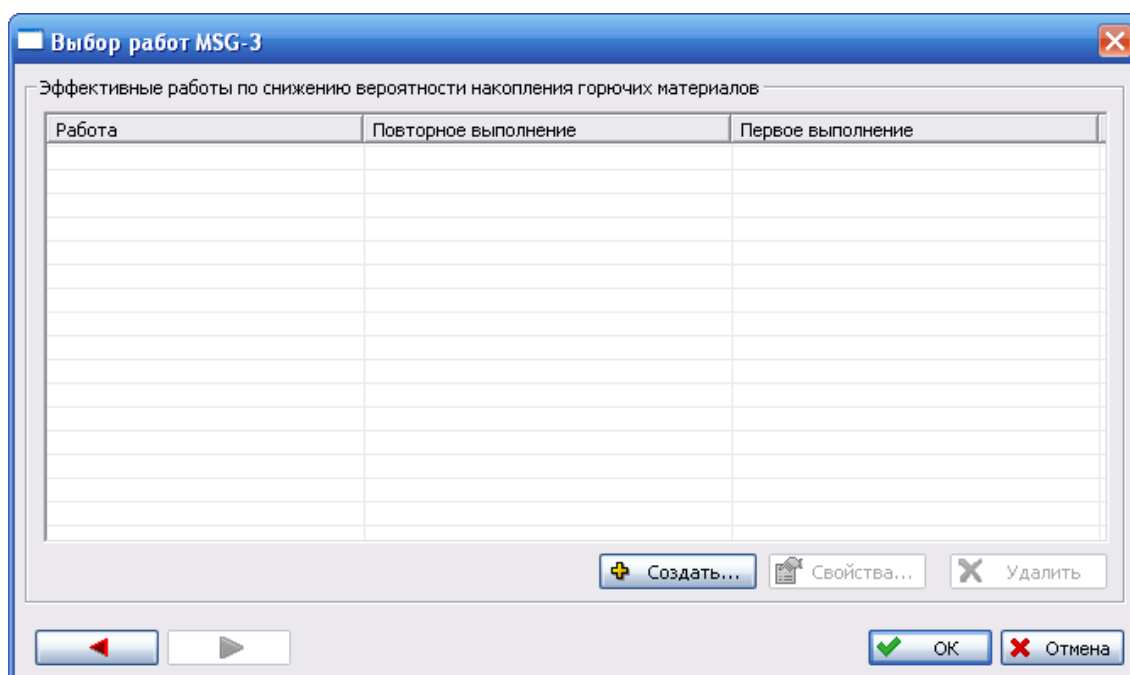

Рис. 3-84
6. Таблица **Эффективные работы по снижению вероятности накопления горючих материалов** окна **Выбор работ MSG-3** (рис. 3-84) содержит перечень работ по снижению вероятности накопления горючих материалов в зоне. Для создания работы нажмите на кнопку **Создать**. В результате откроется окно **Работа по ZVI**, в котором введите данные работы. Для просмотра свойств работы выделите ее в таблице **Эффективные работы по снижению вероятности накопления горючих материалов** и нажмите на кнопку **Свойства**. Для удаления работы применяйте кнопку **Удалить**. В результате работа удаляется из проекта зонных осмотров, но не удаляется из БД. Для удаления работы из БД обратитесь к администратору.